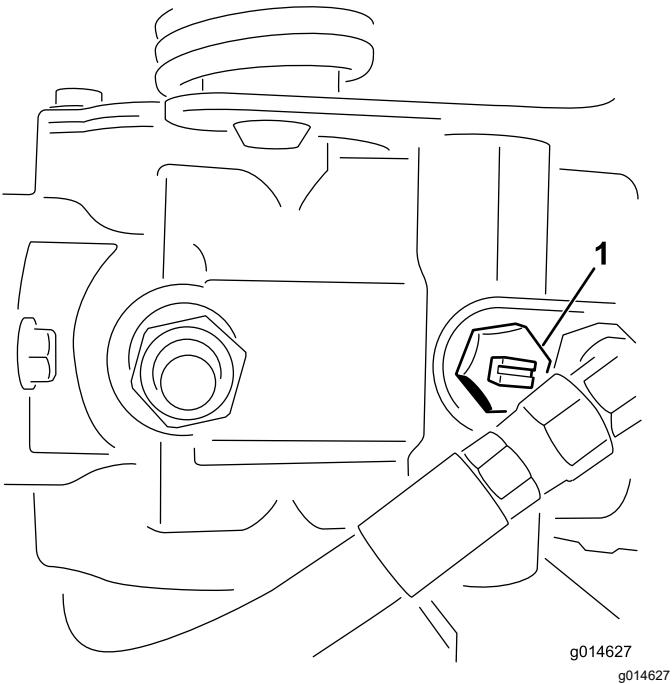

Figura 25
1. Girate la valvola bypass sulla pompa in modo che la scanalatura sia verticale (Figura 25).
2. Prima di avviare il motore chiudete la valvola bypass girandola in modo che la scanalatura sia orizzontale (**Figura 25**).